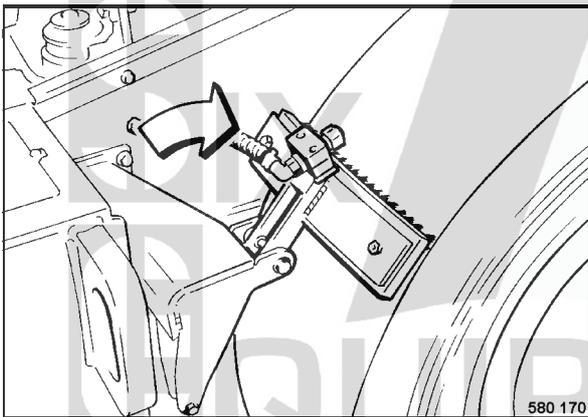

fig. 64
- Rabattre les brosses de raclage (fig. 64) sur les pneus.